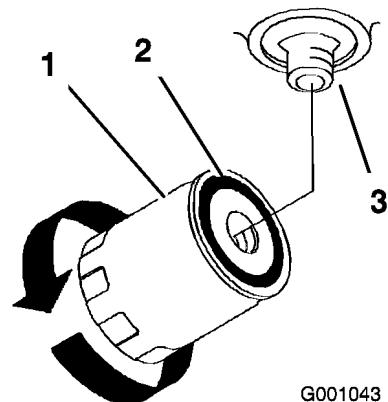

Figura 72
- Spalmate un velo di fluido sulla guarnizione di gomma del filtro di ricambio (Figura 72).
- Riempite il serbatoio con fluido idraulico finché il fluido non fuoriesce dal filtro, quindi girate il filtro in senso orario fin quando la guarnizione di gomma tocca l'adattatore del filtro; a questo punto serrate il filtro girandolo di un altro mezzo giro (Figura 72).